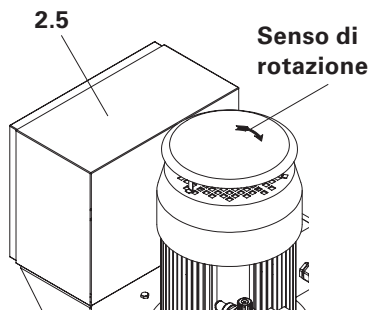

Fig. 16
- Il senso di rotazione del motore deve corrispondere alla freccia sul coperchio del motore. (Fig. 16)